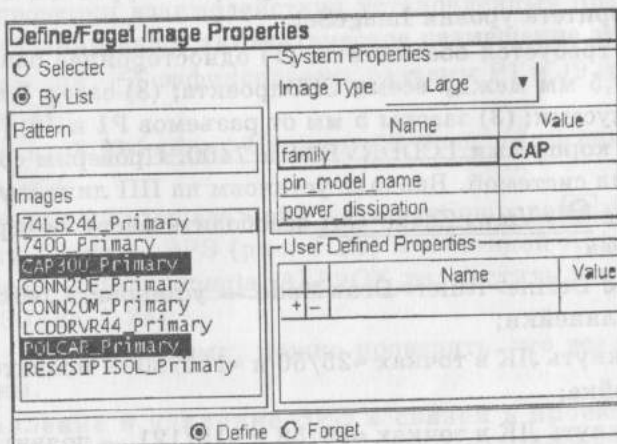

Рис. 1.22. Окно присвоения типа корпусу
- после Define>Properties>Image откроется окно (рис. 1.22);